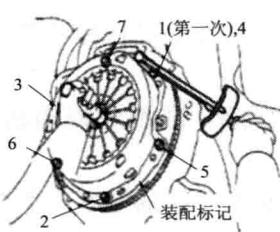

图 1-5 拆卸离合器
(2) 离合器的拆卸。
①拆卸离合器时，首先要拆下变速器。
②用专用工具将飞轮固定，然后将离合器的固定螺栓对角拧松（按图 1-5 中的数字顺序）。取下压盘总成、离合器从动盘，如图 1-5 所示。